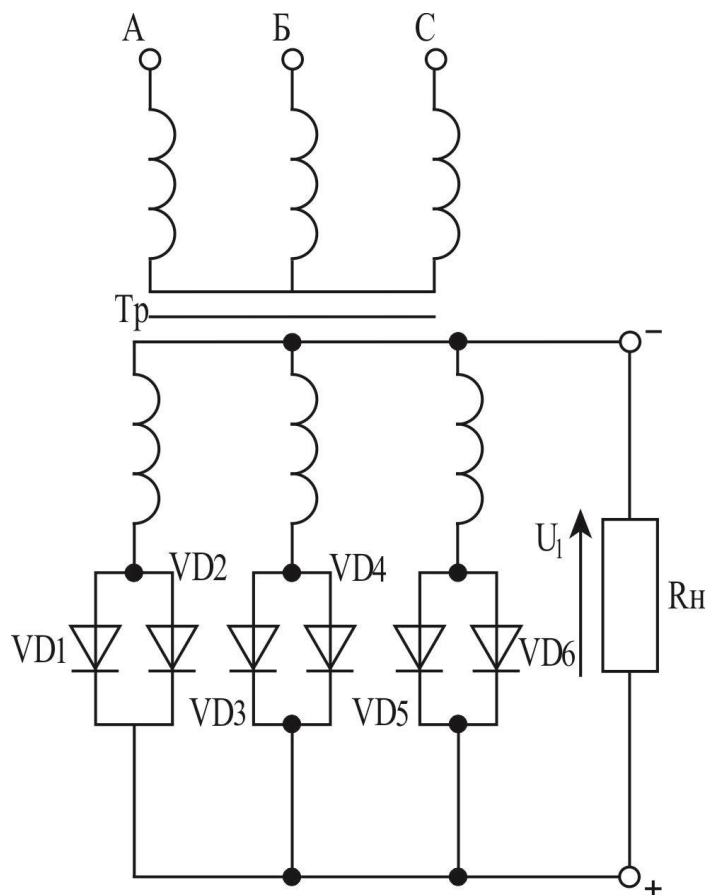

Рисунок 8
4. Составим схему выпрямителя. Чтобы выполнить условие $I_{доп} > 0,33 I_d$, необходимо два диода соединить параллельно. Тогда $2 \cdot 5\text{ А} = 10\text{ А} > 6,7\text{ А}$ (рисунок 8)